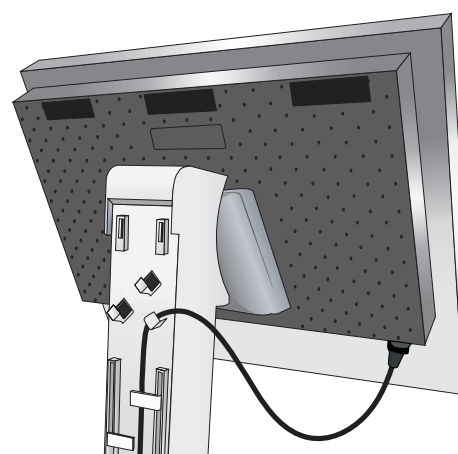
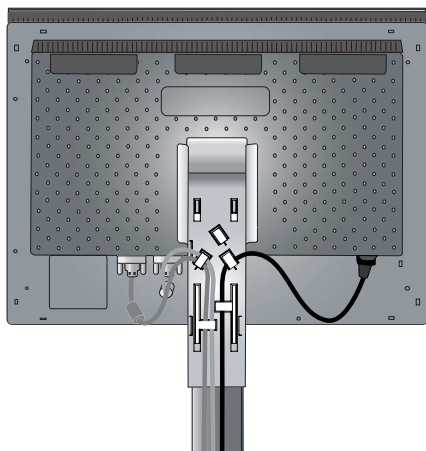
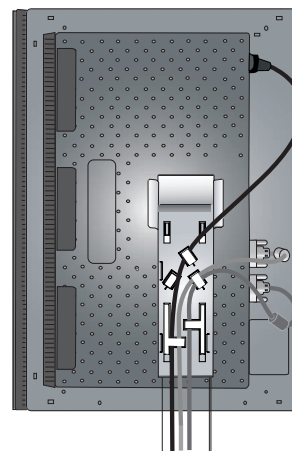

Figura C.2
Figura C.3
Figura C.4
5. Para mantener los cables bien ordenados, colóquelos en el sistema de conducto para cables incorporado en el soporte. Introduzca el cable de alimentación en sus corchetes correspondientes, como se indica en la **figura C.2**. Coloque el cable DVI y el mini D-SUB de 15 clavijas/DVI-A en los corchetes, como se indica (**figura C.3**). Cuando utilice el monitor en modo vertical, coloque el cable DVI y el mini D-SUB de 15 clavijas/DVI-A en los corchetes, como se indica (**figura C.4**).
6. Asegúrese de que todos los cables quedan bien alineados con el soporte en toda su extensión (**figura C.3**). Mientras lo esté haciendo, compruebe que la pantalla del monitor se puede inclinar, subir, bajar y girar bien.